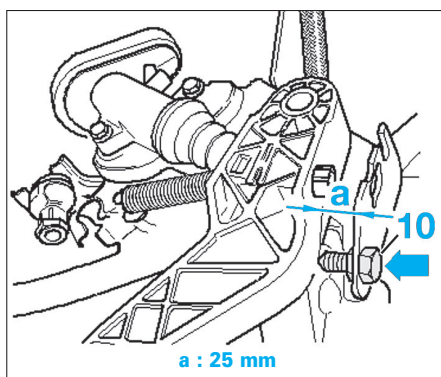

Fig. 10
- Apposer une vis M10 dans l'alésage (10) (Fig.10).